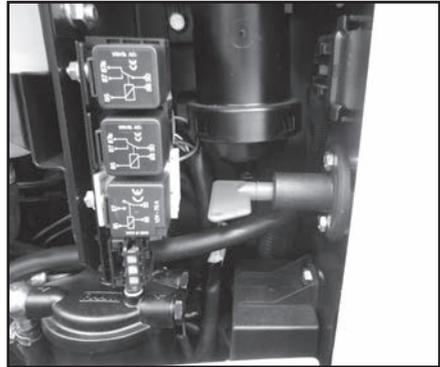

Abb. 5.13
- Den Schalter um 1/4 Drehung entgegen dem Uhrzeigersinn in die Stellung "OFF" drehen: Die elektrische Anlage wird nicht gespeist (Abb. 5.13).